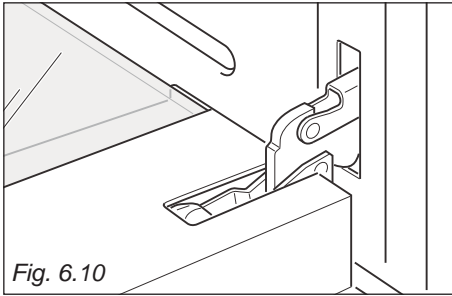

Fig. 6.10
- Ugnsluckan öppnas helt (Fig. 6.10).
- Försiktigt stängs ugnsluckan tills vänster och höger låskrokar fästas till gångjärnen "A" på ugnsluckan (Fig. 6.10, 6.11).